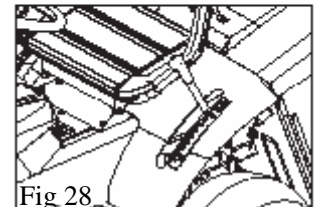

Fig 28
4. Faites passer le levier de vitesses de marche arrière (R) position sur (N) position. (Fig 28). La broche de segment doit s'insérer dans le trou central du ressort de blocage après le relâchement du levier de vitesses.